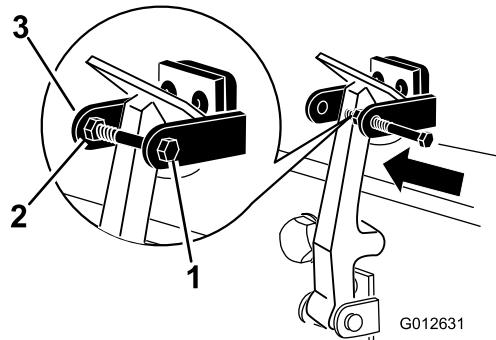

Figura 10
7. Avvitare il bullone nell'altro braccio della staffa di chiusura del cofano per fissare il fermo in posizione (Figura 10). Serrare accuratamente il bullone ma non serrare il dado.